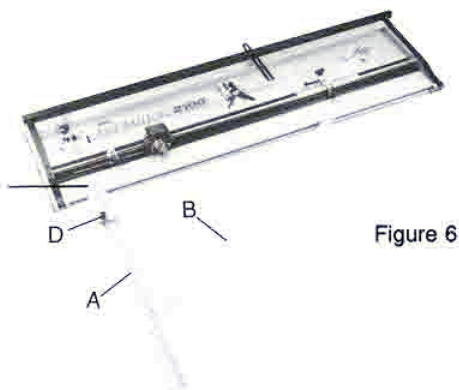

Figure 6
You will receive the sizing and **SQUARING ARM** components disassembled into three parts, the **SQUARING ARM** with an inch/metric scale, the **ANGLE BRACE**, and a **SQUARING ARM STOP (D)**. Screws and nuts are in a parts bag. Refer to Figures 6,7,8 for this procedure.
1. Use the hole in the **BASE (C)** about 5 inches from the near end. Place a flat head screw through the **SQUARING ARM (A)** and the **BASE**; then add a washer, lock washer, and nut. Tighten slightly.
3. Place a flat head screw through the **SQUARING ARM** then the **BRACE (B)** and into the **ECCENTRIC NUT**. Be sure the **ECCENTRIC NUT** is seated within the 7/16" hole in the **BRACE**. Rotate the **ECCENTRIC NUT** and you will see the **SQUARING ARM** move up and down.
5. The **SCALE (E)** is loose in its slide. Pull the scale out of the **SQUARING ARM** a few inches to the right. Turn the end over and peel protective paper from the back of the **SCALE** and slide it back. Mark a line on a mat at 3", (F) (or use 100mm). Place the mat under the **CLAMP** and against the straight cutting blade (G). Slide the **SCALE** so its 3" index mark, (or 100mm) aligns with the pencil mark. Now press down on the right end of the **SCALE** to adhere it to the **SQUARING ARM**.
Vous recevrez les éléments du **BRAS D'EQUARRISSAGE ET DE DIMENSION** démontés en trois pièces : le **BRAS D'EQUARRISSAGE (A)** avec une échelle métrique ou en pouces; l'**ATTACHE EN AISSELLE (B)**; et le **TAQUET DU BRAS D'EQUARRISSAGE (D)**. Les vis et les écrous requis se trouvent dans le sachet de pièces détachées. Consultez les figures 6,7,8 pour cette procédure.
5. L'**ECHELLE (E)** est libre dans son glissoir. Sortez l'échelle de quelques centimètres du **BRAS D'EQUARRISSAGE** sur le côté droit. Retournez l'extrémité et enlevez le papier protecteur au dos de l'**ECHELLE** et faites la glisser à nouveau à sa place. Tirez un trait sur un encadrement à la position 3 pouces (ou